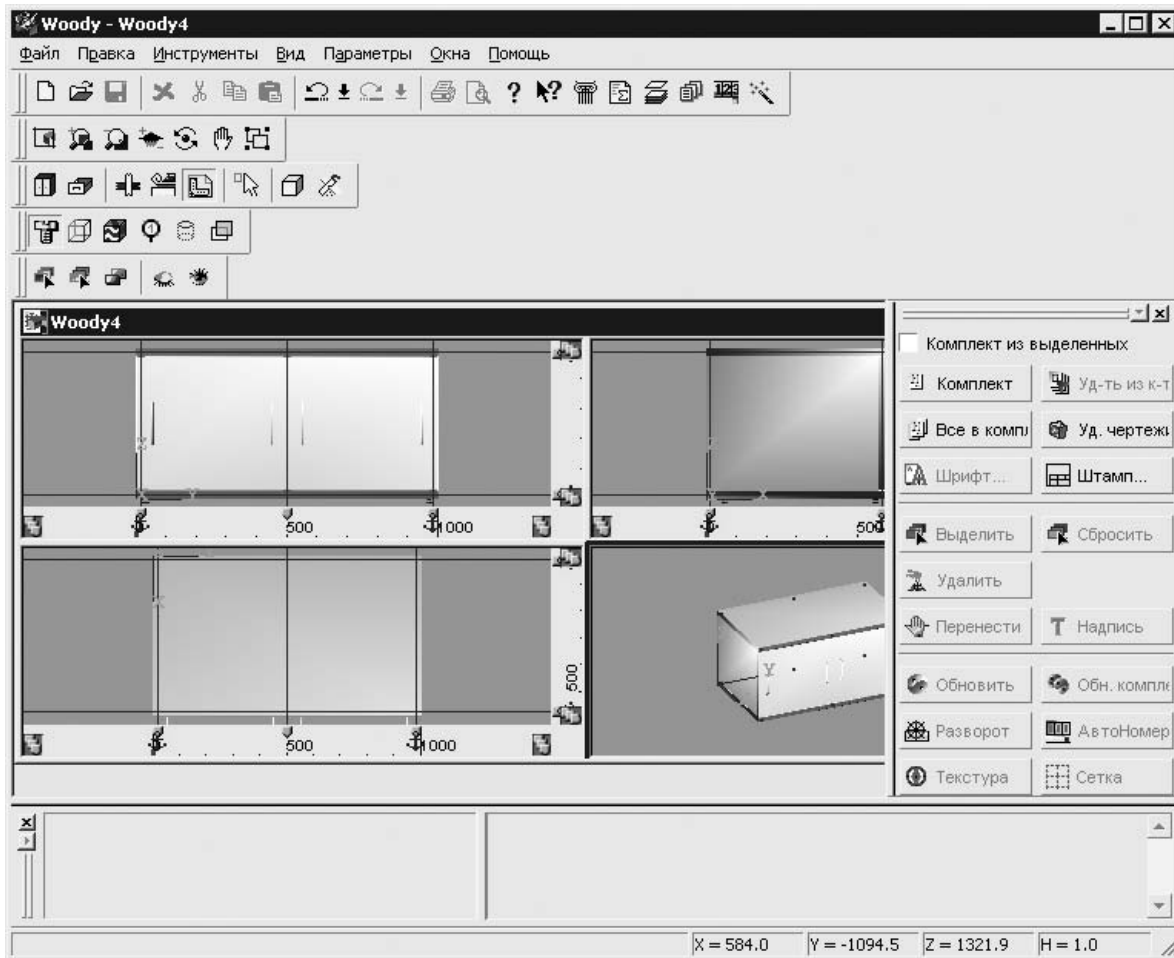

Рис. 6.24
7. Нажать кнопку Мастер чертежей на панели Инструменты — в правой части окна появится дополнительная панель мастера с кнопками управления (рис. 6.24).